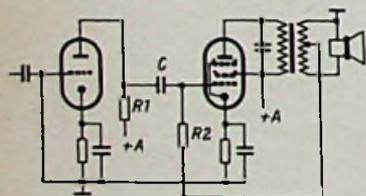
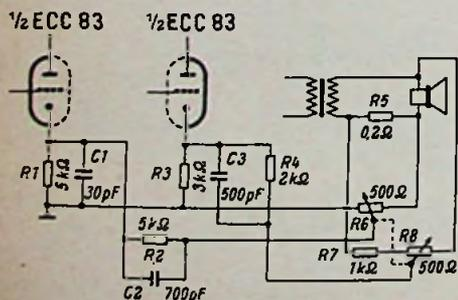
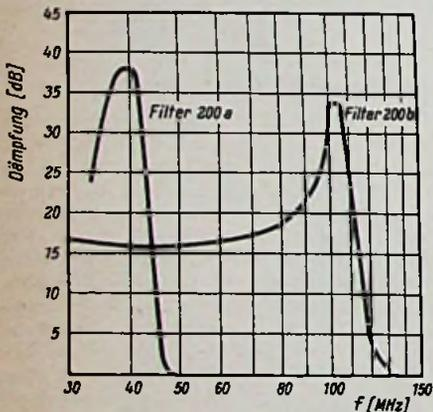

Bild 6. Rückkopplung vom Lautsprecherkreis zum Gitter der Endröhre
Bild 9. Gekuppelte Einstellung von Rück- und Gegenkopplung
Bild 5. Dämpfungskurven der Siemens-Hf-Eingangsfiler für Fernsehempfänger
Bild 6. Stereodyn-Schaltung. Der Lautsprecher R_1 wird in keinem Fall umgeschaltet. Der Lautsprecher R_2 wird bei Stereo-Betrieb im Bereich der mittleren und hohen Frequenzen mit einer Phasendifferenz bis zu 180 Grad gespeist, während die tiefen Frequenzen in gleicher Phase mit R_1 zugeführt werden
Die Auswertung der Gleichung (8) zeigt Bild 9. Man erkennt, daß der Verlauf des Betrages im ganzen Frequenzbereich um den Wert 1 pendelt, und zwar mit einer maximalen Abweichung von ca. 10%. Der Lautsprecher R_2 erhält damit tatsächlich im ganzen Frequenzbereich beim Stereo-Betrieb die gleiche Leistung wie beim Normalbetrieb. Es zeigt sich, daß in der Praxis auch der Frequenzgang des Verstärkers bei vorhandener Gegenkopplung durch die Stereo-Schaltung nicht verändert wird.
Bild 9. Verlauf der Spannung (Betrag) am Lautsprecher R_2 (Bild 6) bei Stereo-Betrieb in Abhängigkeit von der Frequenz, nach Gleichung (8) errechnete Werte. Normierte Darstellung. U_{R_2} ist der Spannungsbetrag, welcher bei Normalbetrieb an R_2 liegt. ω_0 ist die Übergangsfrequenz der Stereodyn-Schaltung; sie beträgt im praktischen Fall z. B. $2\pi \cdot 460$ Hz
Wie der Praktiker aus Erfahrung weiß, ist nichts einfacher, als aus einer Gegenkopplung durch Vertauschen der Anschlüsse am Ausgangstransformator eine Rückkopplung zu machen. Wird nach Bild 6 nur ein Teil der Windungen der Sekundärseite verwendet, so läßt sich der Rückkopplungsgrad in weiten Grenzen wählen. Auf diese Art gelingt es, den Ausgangswiderstand des Verstärkers gleich dem Widerstand der Schwingspule des Lautsprechers zu machen und dadurch einen — in der Literatur umstrittenen — Einfluß auf den Frequenzgang des Verstärkers auszuüben, der allerdings in der Praxis deutlich zu hören ist, so daß diese Art der Rückkopplung in Verbindung mit Gegenkopplung wachsende Bedeutung gewinnt. Eine naheliegende Erklärung des Effekts geht von der Tatsache aus, daß bei Anpassung des Ausgangswiderstandes des Verstärkers an den Widerstand der Schwingspule des Lautsprechers sofort Fehlanpassung eintritt, wenn die Schwingspule etwa infolge mechanischer Resonanz der Membran selbständige, nicht vom Lautsprecherstrom gesteuerte Schwingungen ausführt. Bei der Kombination von Gegen- und Rückkopplung tritt in solchem Falle eine Vergrößerung der
Sollen sowohl Rück- als auch Gegenkopplung veränderlich sein, so kann das durch eine Anordnung nach Bild 9 geschehen. Hier liegen die Widerstände R 5 und R 6 parallel im Lautsprecherkreis, R 7 und R 8 darüber. Da die Potentiometer R 6 und R 8 mechanisch gekuppelt sind, zeigen Gegen- und Rückkopplungsspannung entgegengesetzten Verlauf, wobei die beiden Kanäle durch
sonanzhöcker mit der hohen Dämpfung links von der Grenzfrequenz in Bild 5. Die Querdrosseln von 0,8 und 0,52 μH bzw. 0,25 und 0,1 μH in Bild 6 schließen auch die weiterabliegenden niedrigen Frequenzen kurz. Die in Reihe liegenden Kapazitäten der Sperrkreise ergeben den Durchlaß für die eigentlichen zu empfangenden Fernsehfrequenzen.
sen sich durch steil abschneidende Hf-Eingangsfiler vor dem Fernsehempfänger unterdrücken. Siemens hat zu diesem Zweck zwei Filter mit verschiedener Grenzfrequenz herausgebracht. Ihre Dämpfungskurven zeigt Bild 5. Das Filter 200 a hat eine Grenzfrequenz von 46 MHz und dient besonders zur Unterdrückung von Diathermiestörungen. Außerdem stellt es eine sehr wirksame zusätzliche Zf-Sperre dar. Das Filter 200 b mit der Grenzfrequenz von 150 MHz dämpft vorwiegend Störquellen im UKW-Bereich und bietet außerdem noch einen gewissen Schutz gegen Diathermie- und Zf-Störungen.
Bild 6 zeigt die Schaltungen und die Bemessung der Filter. Die in den Längszweigen liegenden Sperrkreise geben die steilen Re-
Bild 6. Schaltung der Siemens-Hf-Eingangsfiler für Fernsehempfänger; links Filter 200 a mit einer Grenzfrequenz von 46 MHz, rechts Filter 200 b mit der Grenzfrequenz 150 MHz